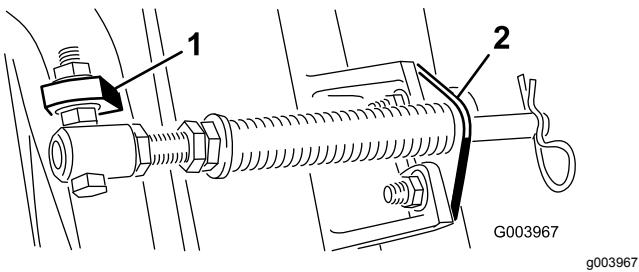

Bild 6
- C. Montieren Sie die Schraube des Federrohrs an der anderen Lasche am Trägerrahmen und befestigen Sie sie mit der Bundmutter. Der Schraubenkopf zeigt zur Außenseite der Lasche, siehe **Bild 6**.
- D. Montieren Sie die Stangenhalterung mit den Schlossschrauben und Muttern an den Schneideeinheitenasen (Bild 6).